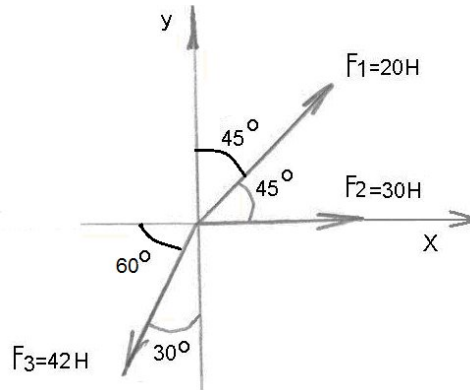

Рисунок 2
Пример: Для заданной плоской системы сходящихся сил (рисунок 2) определить равнодействующую аналитическим и графическим способами. Выявить, уравновешена ли система.
1. Перестраиваем силы согласно заданных углов (рисунок 2)